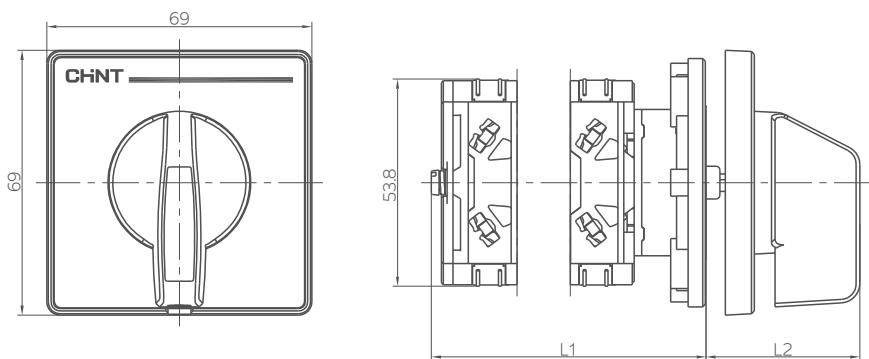
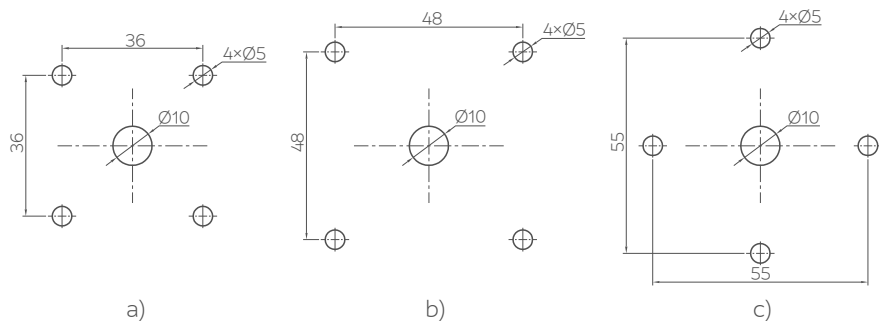
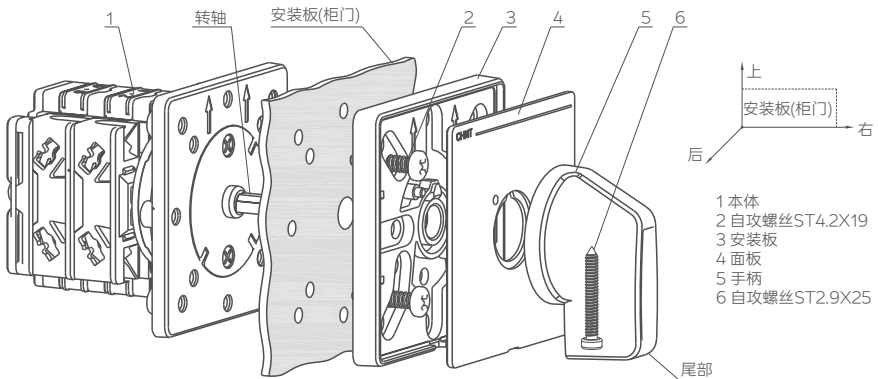

图 1 “R”型手柄开关外形尺寸
图 3 安装板（柜门）开孔尺寸
图 4 “R” 型手柄开关安装示意图
开关外形尺寸及安装板开孔尺寸见图 1 ~ 图 3 和表 2。
7.2.1 NKZ1 “R” 型手柄开关安装方法 (见图 4)
确认开关处于断开状态→柜门开孔（开孔尺寸见图 3）→序 2 自攻螺丝连接本体、柜门以及安装板，安装顺序如图 4 所示（紧固前确认本体上“↑”标识朝上，安装板内“↑”标识朝上）→装面板（“**CHINT**”标识朝上）→装手柄（手柄内孔倒角与转轴倒角对齐）→紧固序 6 自攻螺钉。
确认开关处于断开状态→柜门开孔（开孔尺寸见图 3 b）